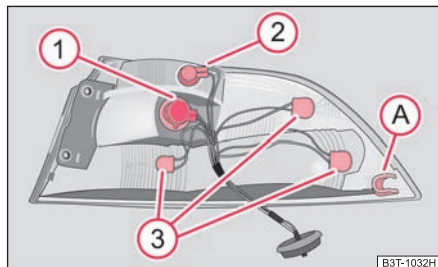

Fig. 240 Partie extérieure du bloc optique arrière: Ampoules
- Pour la reposes, insérez d'abord le bloc optique arrière avec le support (A) ⇒ page 272, fig. 240 vers l'avant sur les axes de la carrosserie.
Emplacement des ampoules dans le bloc optique arrière extérieur ⇒ fig. 240.